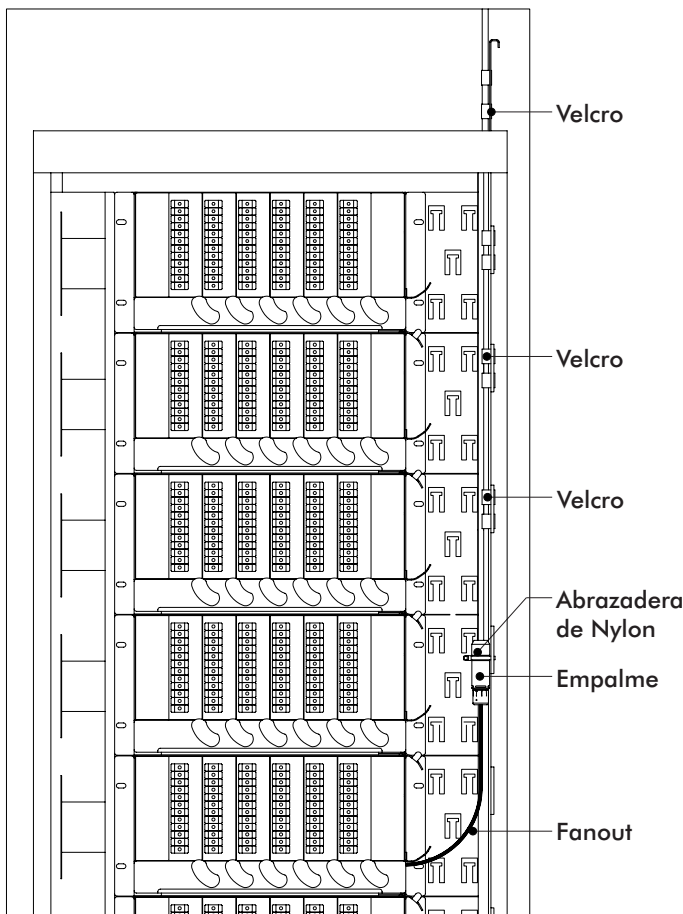

Figura 8
2. Guíe los cables Trunks – Fanouts hasta cerca de los Sub-Racks utilizando el soporte guía de cables lateral del Rack FTH-900. Utilice el Velcro doble cara para la fijación durante el camino y las abrazaderas de Nylon de 150 mm en la fijación de la unión. Como se muestra en la Figura 8.